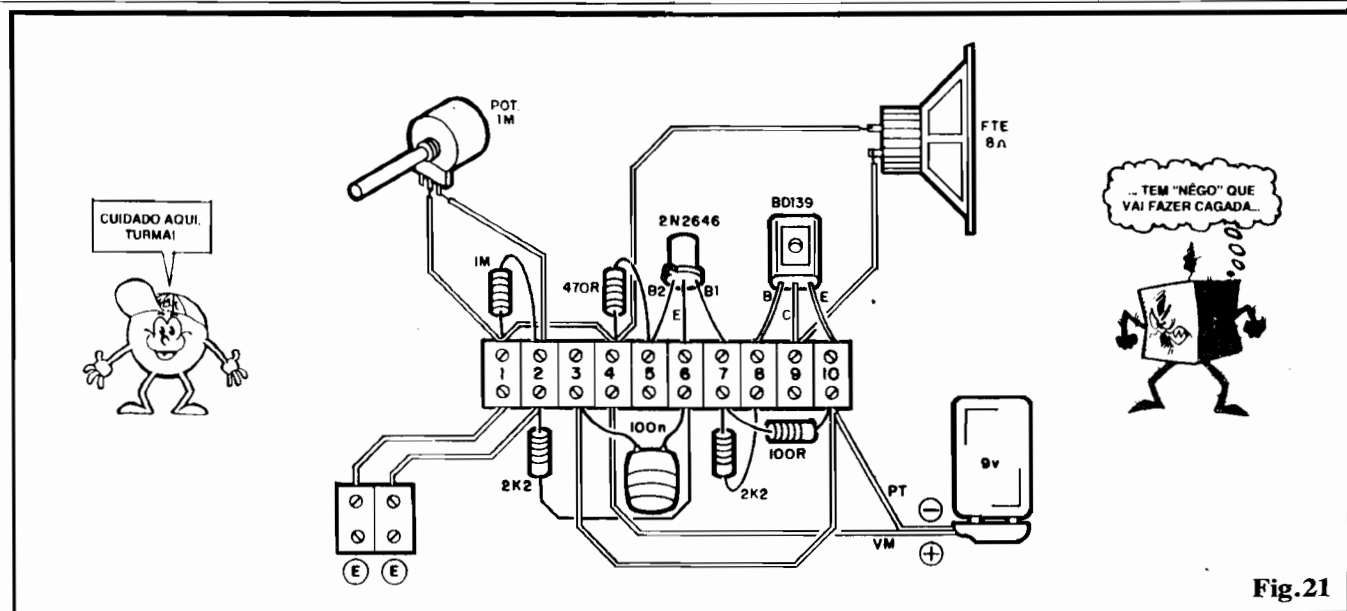

Fig.21
- **FIG. 21** - "Chapeado" da montagem experimental, com todos os componentes e suas interligações feitas "em cima" de uma barra de conexão tipo "Sindal", com 10 segmentos... Observar a numeração atribuída aos segmentos da barra, para facilitar a identificação de cada ponto de ligação e a verificação de "o que está ligado onde". Atenção ao posicionamento do 2N2646 e do BD139, aos valores dos resistores (em função das posições que ocupam na barra) e aos **jumpers** (simples pedaços de fio interligando segmentos específicos). Cuidado também com a polaridade da alimentação: fio vermelho (**positivo** vindo da bateria, ao segmento 4, e fio preto (**negativo**) ao segmento 10. Observar o par de segmentos destacados, E-E (ligados aos segmentos 1-2 da barra principal), e que destinam-se justamente a receber as conexões do "Resistor Dependente" que vamos submeter à Experiência. **NÃO** ligar a bateria ao respectivo "clip" sem antes conferir **tudo** com extrema atenção e cuidado.